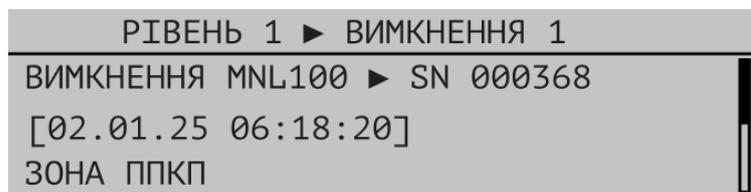

Рисунок 8.5.1 – Приклад вікна режиму вимкнення
8.5.1 Якщо ППКП перебуває в режимі вимкнення, то повідомлення цього режиму можуть бути приховані, лише якщо одночасно наявні повідомлення режиму пожежної тривоги. Вікно режиму вимкнення показане на Рис. 8.5.1. Опис реакції ППКП на вимкнення наведений в п. 9.6.